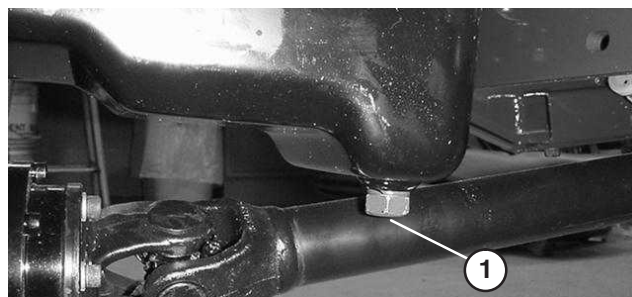

Figure 46
2. Ouvrez le capot. Placez un bac de vidange sous le carter en face du bouchon de vidange (Fig. 46).